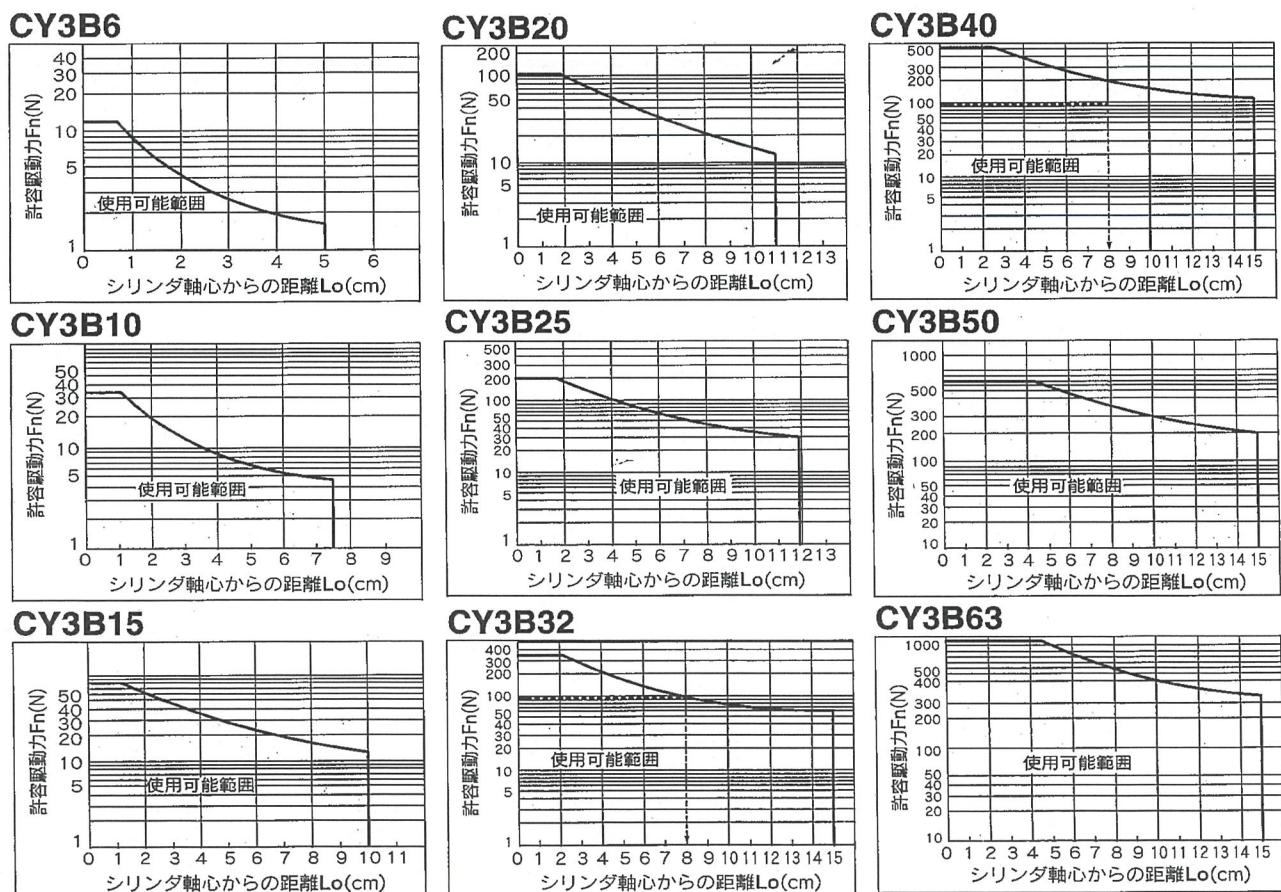

図12 シリンダ軸心からの距離と許容駆動力の関係
- ①負荷を水平に移動させる駆動抵抗力 F_n (N)を求めます。
- ②負荷に駆動力を与える点からシリンダの軸心までの距離 L_o (cm)を求めます。
- ③図12より L_o と F_n からチューブ内径を選定します。
負荷の駆動抵抗力 $F_n=100(N)$ シリンダ軸心から作用点の距離 $L_o=8cm$ 、図12 の横軸の軸心から8cmを縦に延長して交点を求め、横に縦軸の許容駆動力を求めます。